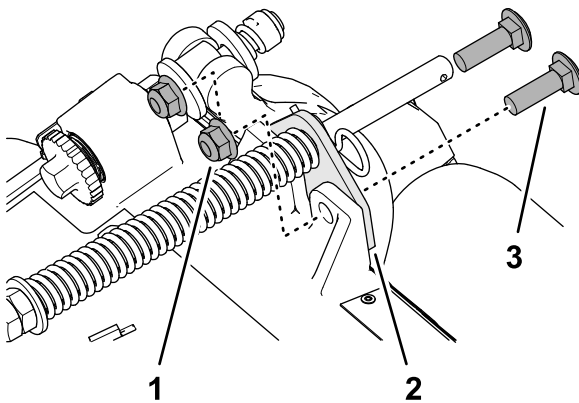

Figura 7
2. Îndepărtați cele 2 contrapiulițe cu guler ($\frac{3}{8}$ ") i cele 2 uruburi de fixare ($\frac{3}{8}$ " x $1\frac{1}{4}$ ") care fixează suportul de compensare pentru gazon pe cadrul unității de tăiere (Figura 7).